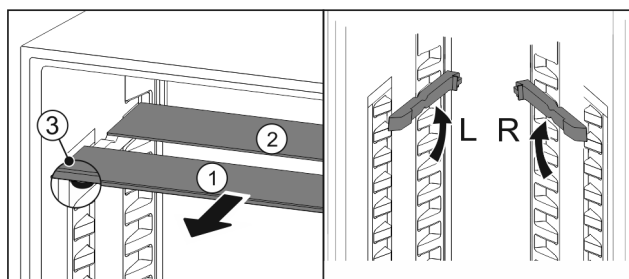

Fig. 18
- Steklene plošče posamično izvlecite Fig. 18 (1) naprej.
- ▷ Steklена plošča Fig. 18 (1) z okrasno letvijo je spredaj.
- ▷ Zaustavljalniki Fig. 18 (3) so obrnjeni navzdol.